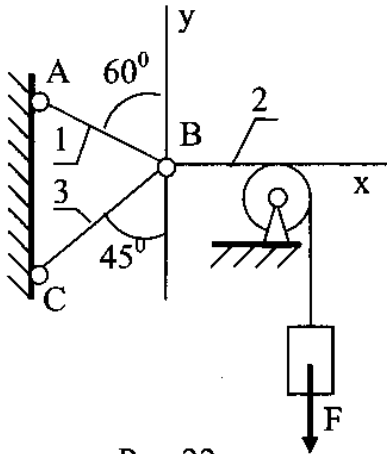

Рис.22
4. Груз F (рис.22) находится в равновесии. Указать, какая система уравнений равновесия верна